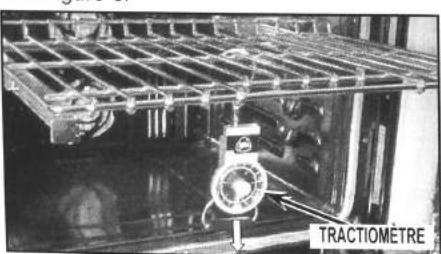

FIGURE 8
18. Tirer le tractiomètre vers le bas sans toucher la grille jusqu'à ce que le cadran indique la valeur de 33 lbs (14,97 kg) préalablement réglée pour vérifier que la grille ne se déboîte pas. Voir *Figure 8*.
- 30. Tirer le tracimètre vers le bas sans toucher la grille jusqu'à ce que le cadran indique la valeur de 33 lbs (14,97 kg) préalablement réglée pour vérifier que la grille ne se déboite pas. Voir la Figure 8.